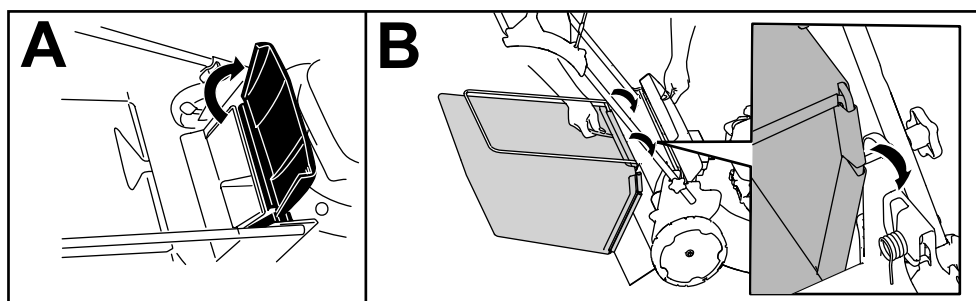

Figura 20
1. Levante y sujete el deflector trasero (Figura 20, A).
2. Instale el recogedor, asegurándose de que los pasadores de la bolsa descansan en las muescas del soporte del manillar (Figura 20, B).